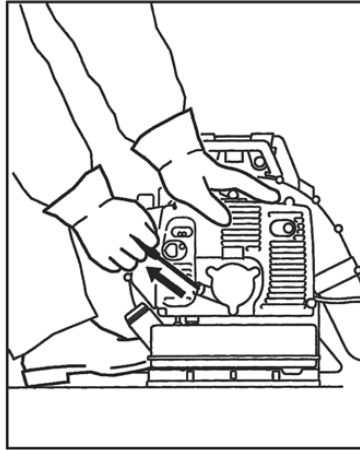

Figura 6
- Verifique se você está em uma posição firme. Segure o equipamento com a mão esquerda na caixa e coloque o pé esquerdo na placa da base do atomizador para evitar que ele deslize. Segure o manípulo com sua mão direita (Figura 6) e puxe-o lentamente até sentir uma resistência, e então puxe rapidamente. Não puxe completamente o manípulo de partida várias vezes, pois pode ocorrer o rompimento da corda com o motor.